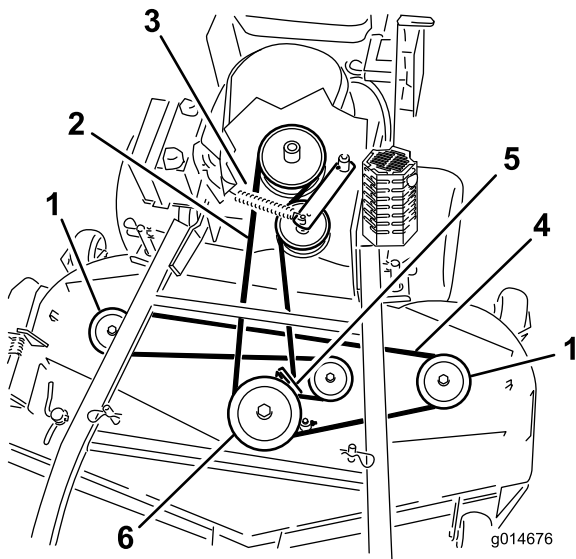
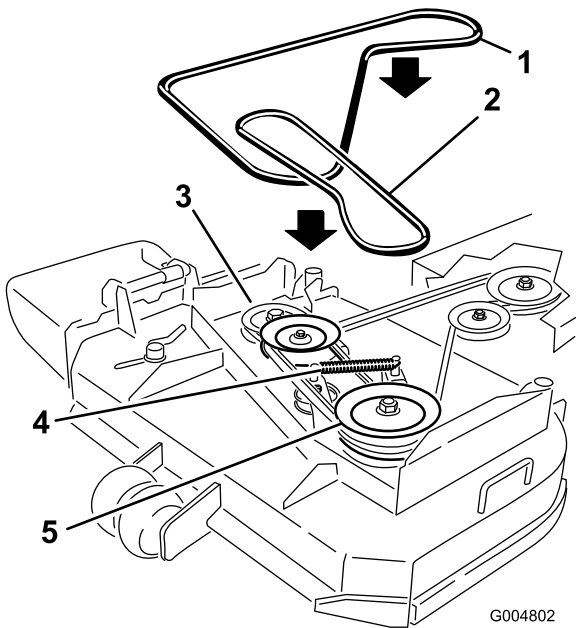

Figura 48
Figura 49
- Desconecte el muelle del brazo de la polea tensora para aliviar la tensión de dicho brazo y de la polea tensora; retire la correa del cortacésped desgastada (Figura 48 o Figura 49).
- Instale la nueva correa del cortacésped alrededor de las dos poleas exteriores de los ejes, la polea tensora y en la ranura inferior de la polea doble de los ejes (Figura 48 o Figura 49).
- Conecte el muelle del brazo de la polea tensora (Figura 48 o Figura 49).
- Ajuste la guía a 3 mm (1/8 pulg.) de la correa (Figura 48 o Figura 49).